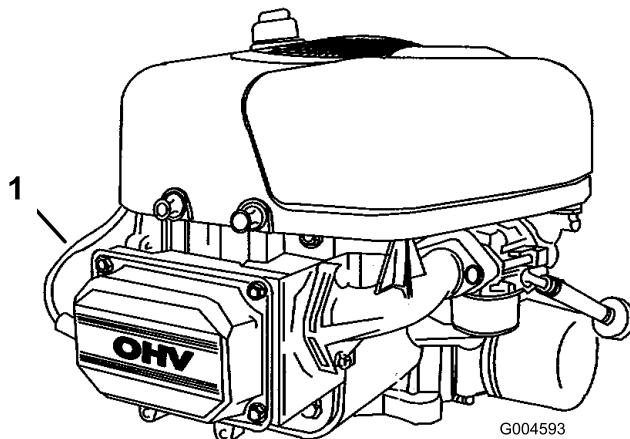

Figura 25
- Staccate il cappellotto dalla candela (Figura 25).
3. Collegate il cappellotto alla candela (Figura 25).